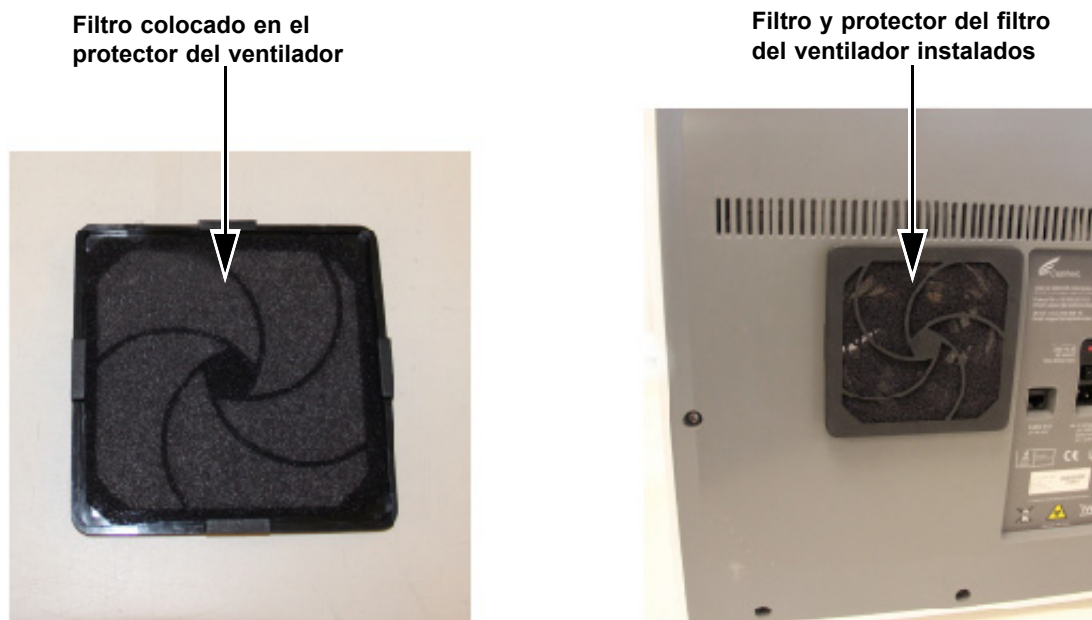

Figura 9-23. Cambio del filtro y del protector
7. Coloque conjuntamente el protector del filtro del ventilador y el filtro en posición. Presione firmemente los laterales del protector sobre el alojamiento del ventilador hasta que la pestaña quede bien encajada sobre el ventilador. Presione la parte inferior del protector hasta que la pestaña quede bien encajada en el ventilador. Consulte la figura 9-23.